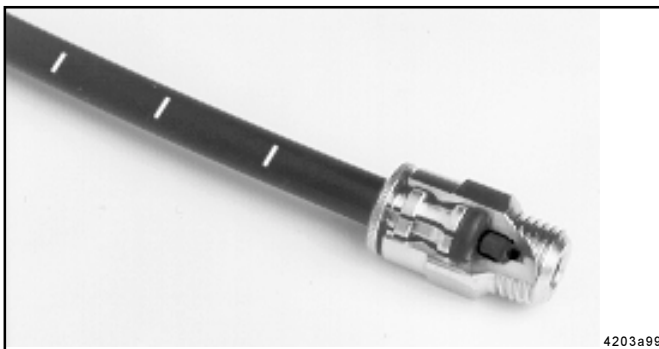

Fig. 8 – Raccorder une conduite d'alimentation au raccord Quicklink
*Remarque : insérer les extrémités des conduites d'alimentation dans les raccords Quicklink jusqu'à ce qu'elles soient dans le corps du raccord. Les conduites d'alimentation sont munies de repères marqués en blanc (Fig. 8, 9) qui servent d'aide lors du montage.*